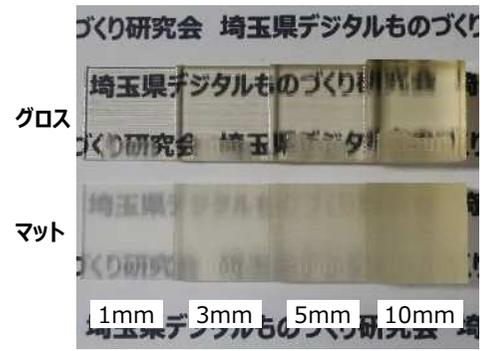
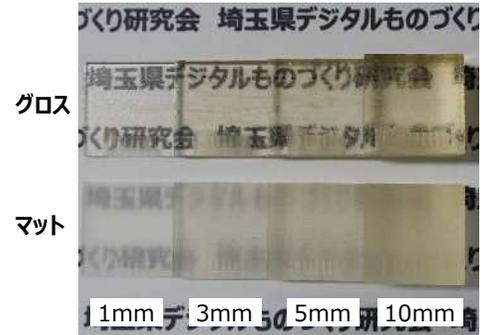

図4 造形結果(姿勢②)
図5 造形結果(姿勢③)
- ・造形側面は、積層断面の影響で透過性が悪く、姿勢②③では**グロス仕上げ**では厚さ5mmまで、**マット仕上げ**では厚さ1mmまでしか下の文字がはっきりと読めなかった。(図4、図5)